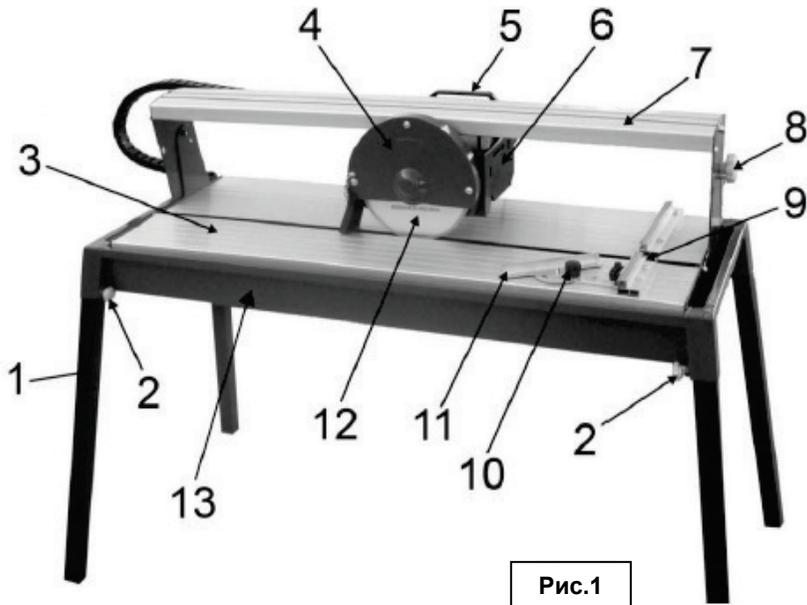

Рис.1
ОПИСАНИЕ УСТРОЙСТВА (Рис.1)
1. Установите насос в посадочное место внутри основания (13, Рис.1). Слегка нажмите на корпус насоса до щелчка. Щелчок указывает на фиксацию насоса.